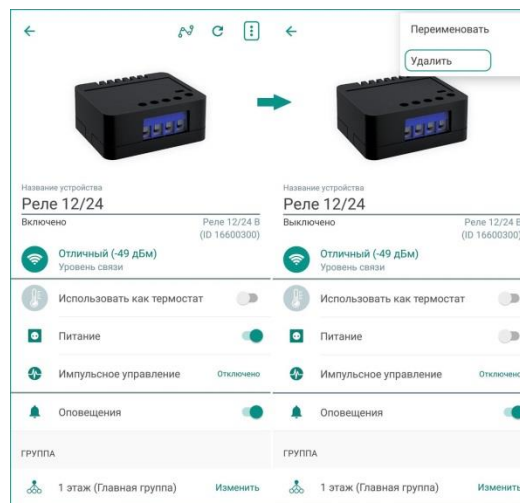

Рисунок 16.1 – Вызов меню на экране настройки реле
- 1) В приложении на экране настройки реле (см. рисунок 16.1).